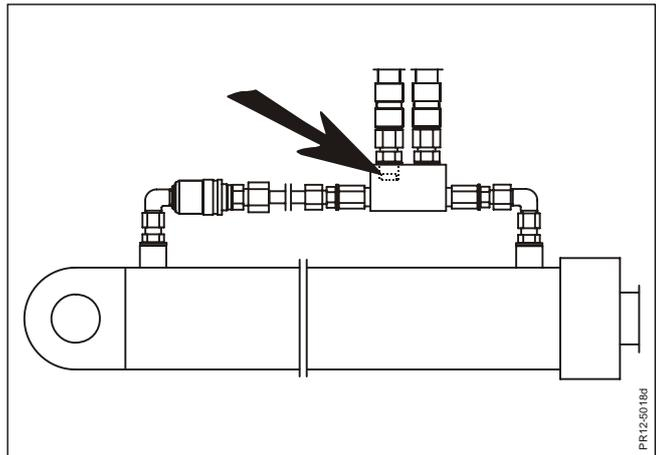

Fig. 3-11
**Fig. 3-11:** **Sicherheitshalber wurde eine Drosselblende eingesetzt, um die Geschwindigkeit des Ausschlages zu mindern. Die Hydraulik des Schleppers auf min. Ölmenge einstellen.**